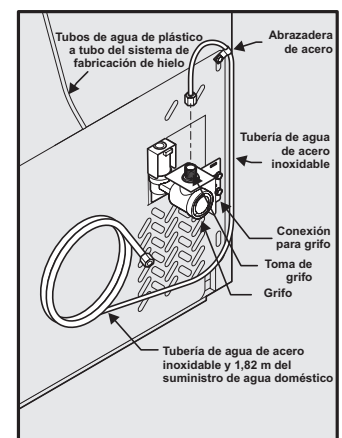

Figura 2
- 4 Repita los pasos 2 y 3 para instalar la manija del refrigerador. Asegúrese de que los agujeros para los tornillos de fijación queden orientados hacia la puerta del congelador. (Vea la figura 2).
Si utiliza tubos de acero inoxidable, la tubería ya tiene instalados la tuerca y el casquillo. Deslice la tuerca de compresión en la toma del grifo y aprétela a mano en el grifo. Luego utilice una llave para darle otra media vuelta, pero SIN apretarla en exceso. Consulte la Figura 2.